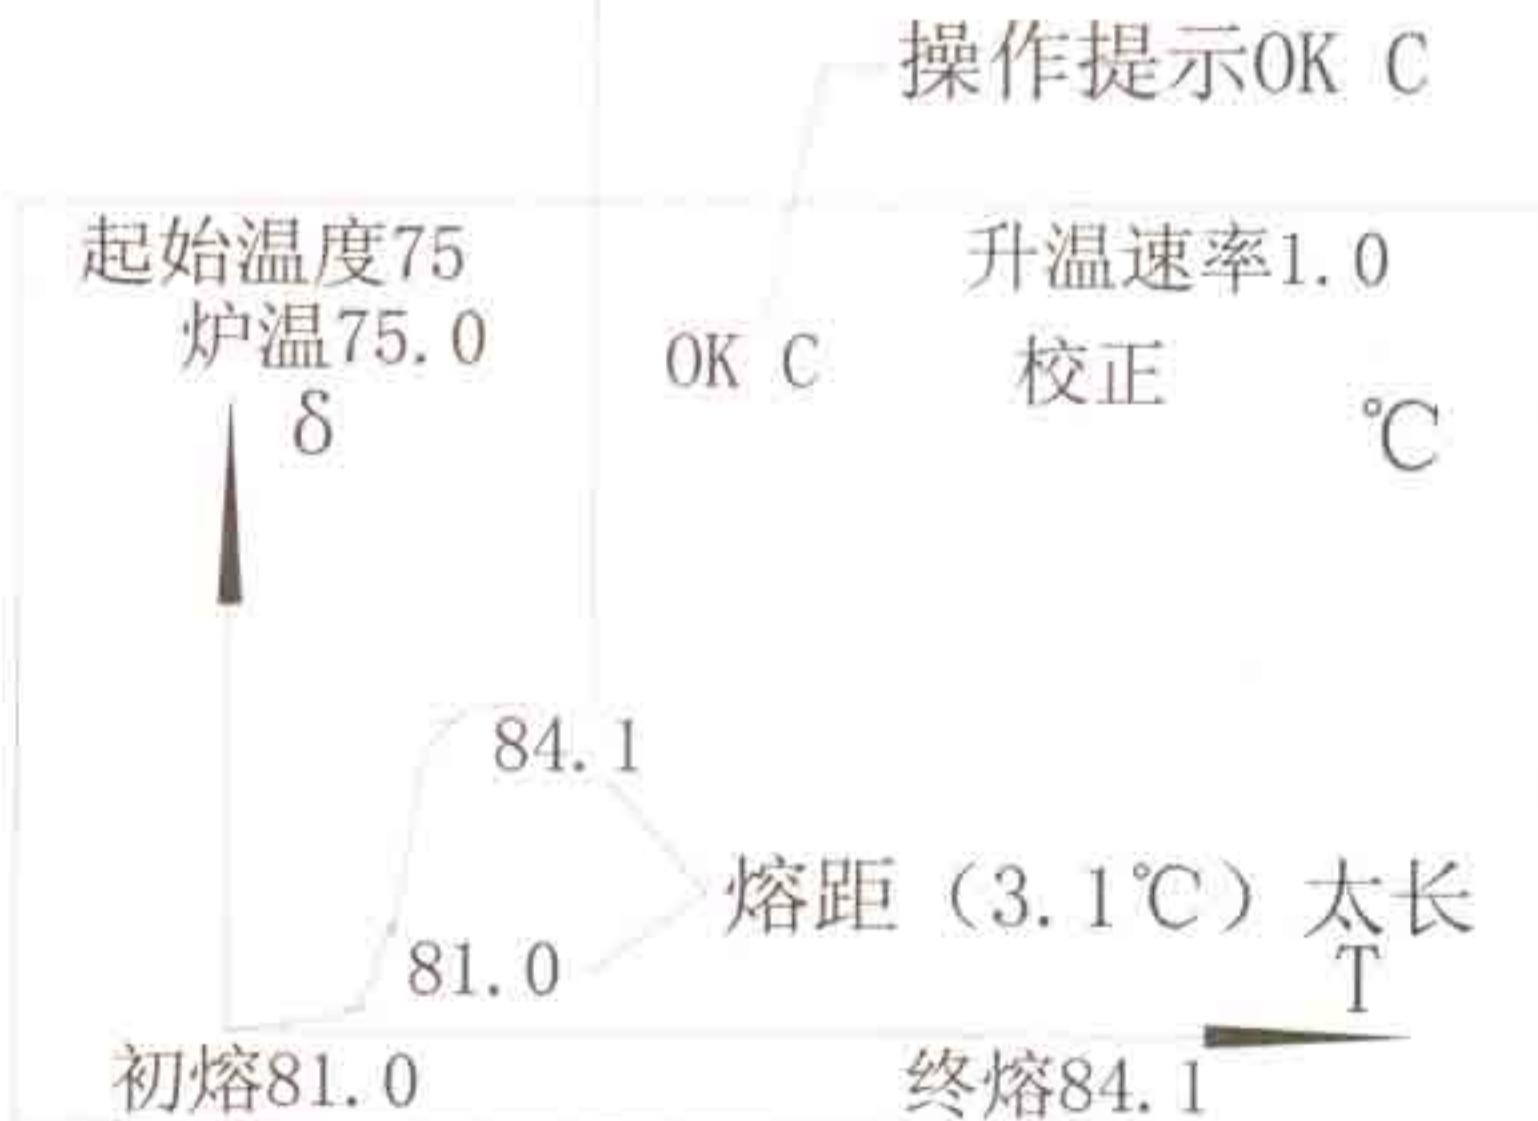

图 14
- ③ 若用户认为本次测量误差很大（熔距不正常）想重新测量该样品，则只能选择C而按“清除”键；（见图14）